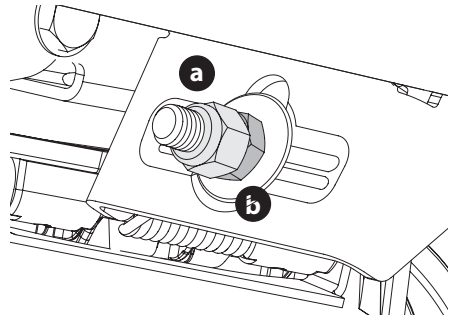

Figura 36
5. Para elevar el frente de la plataforma, extraiga la tapa de extremo, afloje la contratuerca exterior (a) y apriete (rosca hacia adentro) la tuerca interior (b) contra la ménsula de suspensión delantera. Una vez alcanzado el ajuste adecuado, vuelva a ajustar la contratuerca exterior (a) y vuelva a colocar la tapa de extremo (Figura 36).